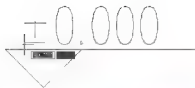

图 3.98 “±0.000”的放置位置
(3) 在指定起点:提示下,将“±0.000”放到如图 3.98 所示的位置后单击,确定“±0.000”的位置。